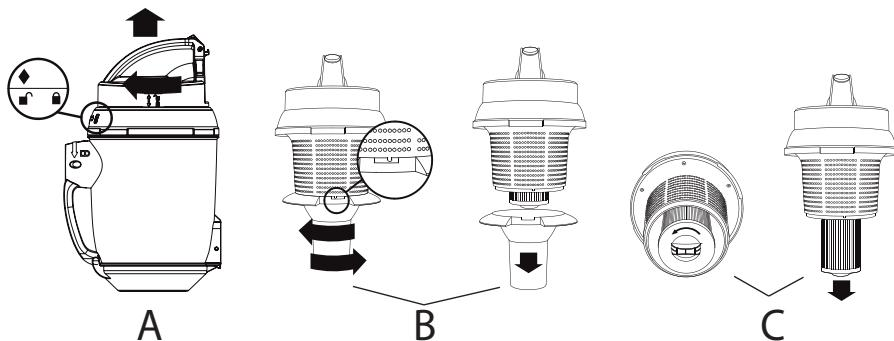

Figura 11
2. Gire el cubierta del recipiente para polvo (A)
3. Gire el primer filtro en el recipiente para polvo (B)
4. A su vez el segundo filtro de la aspiradora (C)
**!** No bloquear el segundo filtro (C) (véase la figura 11) en el de colector de polvo. Esto se hace automáticamente cada vez que cierre la tapa (A).